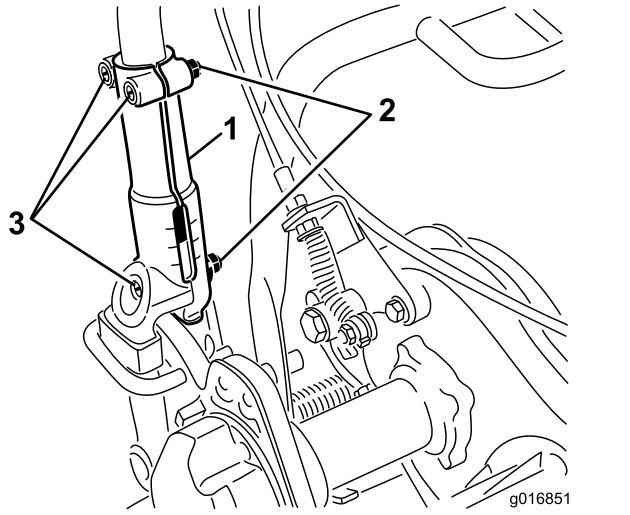

图31
1. 拧松将手柄的每一侧固定到手柄夹上的 3 颗车身螺栓和螺母 (图31)。